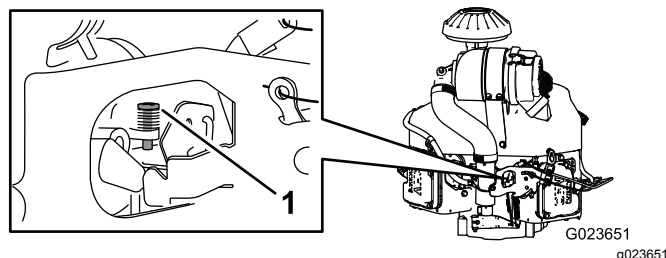

Figura 67
4. Ajuste el tornillo de tope del carburador (Figura 67) hasta que la velocidad de ralentí sea de 1350 a 1550 rpm.